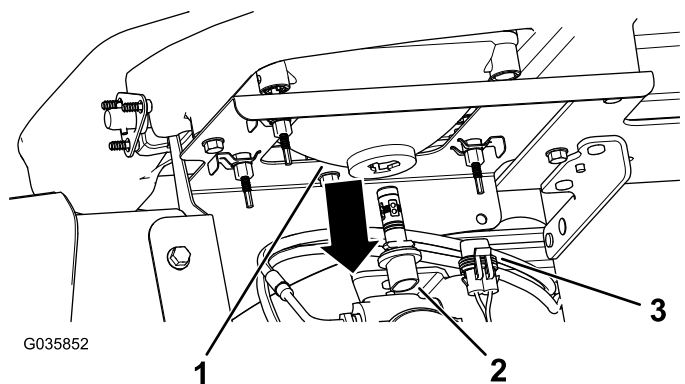

Figura 44
3. Desligue o conector elétrico para a cablagem do conector do conjunto da lâmpada, na parte de trás do compartimento do farol (Figura 44).
4. Rode o conjunto da lâmpada $\frac{1}{4}$ de volta para a esquerda e mova-o para trás, para fora do compartimento do farol (Figura 44).
5. Insira o novo conjunto da lâmpada e compartimento do farol e alinhe as linguetas no conjunto da lâmpada com as ranhuras no compartimento do farol (Figura 44).
6. Fixe o conjunto da lâmpada rodando-o $\frac{1}{4}$ de volta para a direita (Figura 44).
7. Ligue o conector elétrico para a cablagem ao conector do novo conjunto da lâmpada (Figura 44).